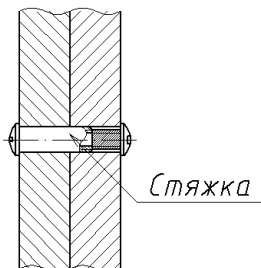

Рис.3
4. Полка устанавливается между шкафов на высоте примерно 600 мм от стола с помощью стяжек межсекционных, для чего необходимо просверлить отверстия сверлом $\text{Ø}8$ через стенки вертикальные полки и шкафов и стянуть их стяжками (рис.3).